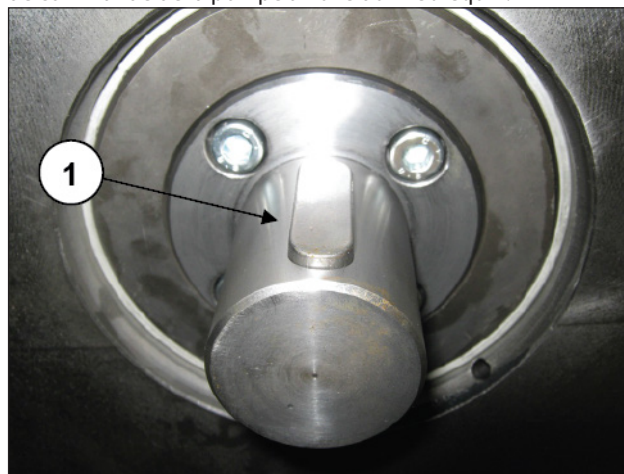

Fig. 23
Retirer la languette de la tige de commande de la pompe à huile (rep. ①, Fig. 23).